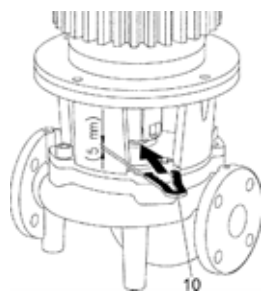

Fig. 45: Nasadiť montážnu vidlicu
- Montážnu vidlicu (Fig. 45, Poz. 10) zasuňte medzi medzikus a spojku. Montážna vidlica musí sedieť bez vôle.
- Montážnu vidlicu (Fig. 45, Poz. 10) posuňte medzi medzikus a spojku. Montážna vidlica musí sedieť bez vôle.